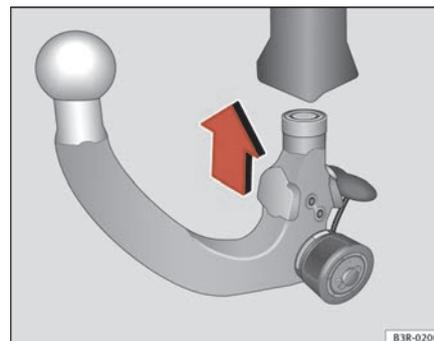

Fig. 153 Dispositivo de reboque desmontável: Colocar a rótula
- Coloque a rótula sob tensão no tubo de encaixe e faça pressão para cima no sentido que indica a seta ⇒ página 201, fig. 153 ⇒ ⚠. O processo de bloqueio é feito automaticamente. Nesse momento deve poder ouvir-se nitidamente um estalido de encaixe.